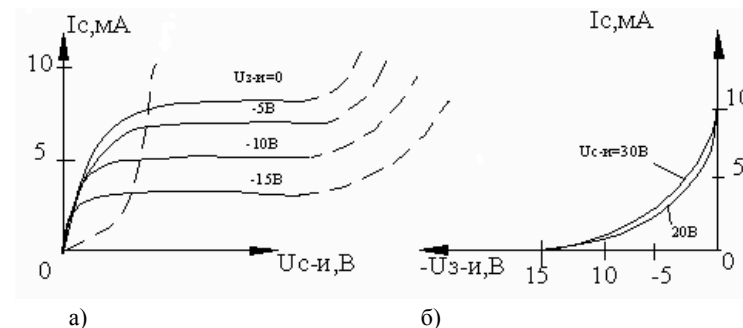

Рисунок 1.28 - Характеристики полевых транзисторов с  $p$ - $n$ -переходом: а) стоковые; б) стоко-затворные
1. Стоко-затворные (или передаточные) (рисунок 1.28, б):
2. Стоковые (или выходные) (рисунок 1.28, а):